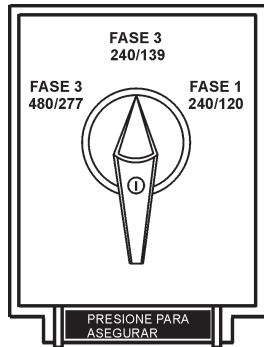

Figura 27. Interruptor selector de voltaje 480/277V posición fase 3
1. Coloque el interruptor selector de voltaje en la posición 3Ø 480/277 como se muestra en la Figura 27.